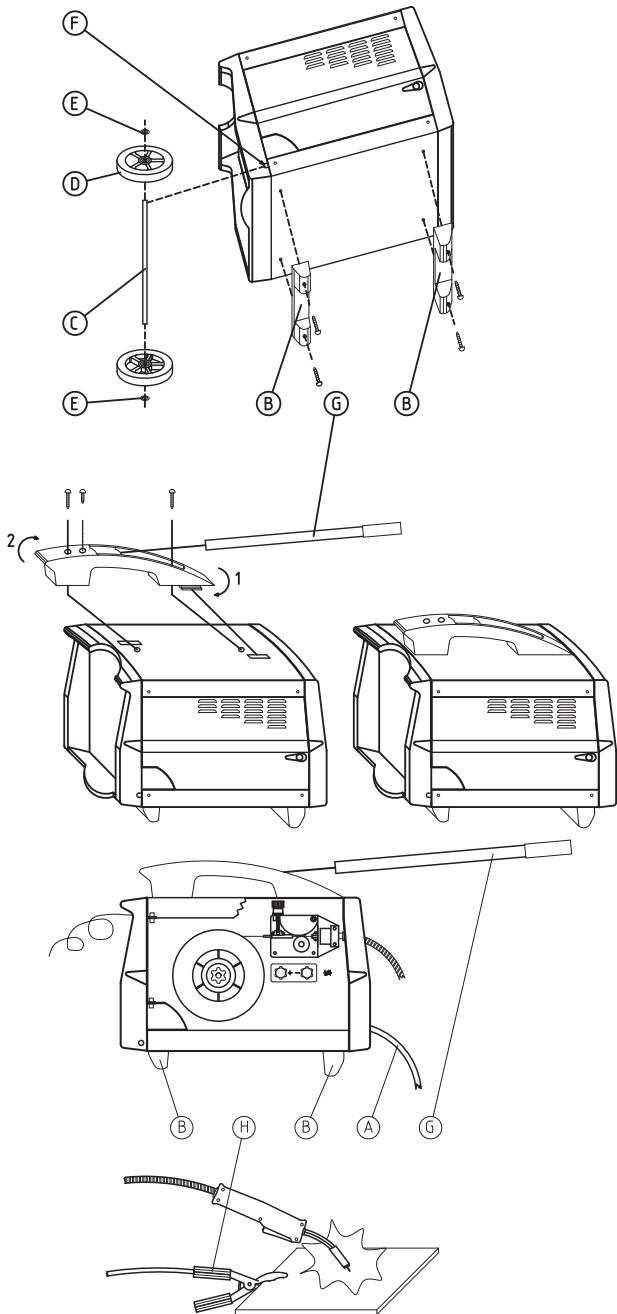

Fig.1
- Posizionare la saldatrice con prudenza sul lato e fissare i due piedi di plastica (B) (anteriore e posteriore) alla parte inferiore della macchina usando le quattro viti in dotazione. Per il modello carrellato togliere con un utensile la pellicola (F) che chiude la sede dell'asse e quindi far scorrere l'asse (C) attraverso i due fori e poi fissare le due ruote (D) alle estremità dello stesso. Assicurare le ruote alla loro posizione fissando adagio le rondelle (E) di sostegno alle estremità dell'asse. Posizionare nuovamente la macchina in posizione verticale e introdurre l'estensione del manico (G) nella parte frontale dell'impugnatura per il trasporto fissandolo con la vite in dotazione (v. Fig. 1).